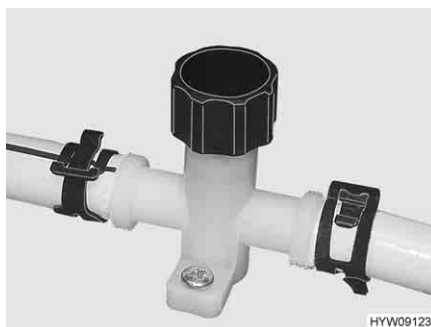
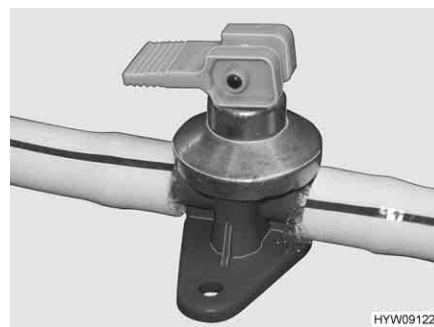

Fig. 179 Rubinetto di scarico
Fig. 180 Rubinetto di scarico
- Chiudere i rubinetti di scarico. Ruotare i coperchi (Fig. 179) in senso orario e posizionare la leva a bilanciere (Fig. 180) in posizione orizzontale.
- Aprire i rubinetti di scarico. A questo scopo, ruotare il coperchio (Fig. 179) in senso antiorario e posizionare verticalmente la leva a bilanciere (Fig. 180).